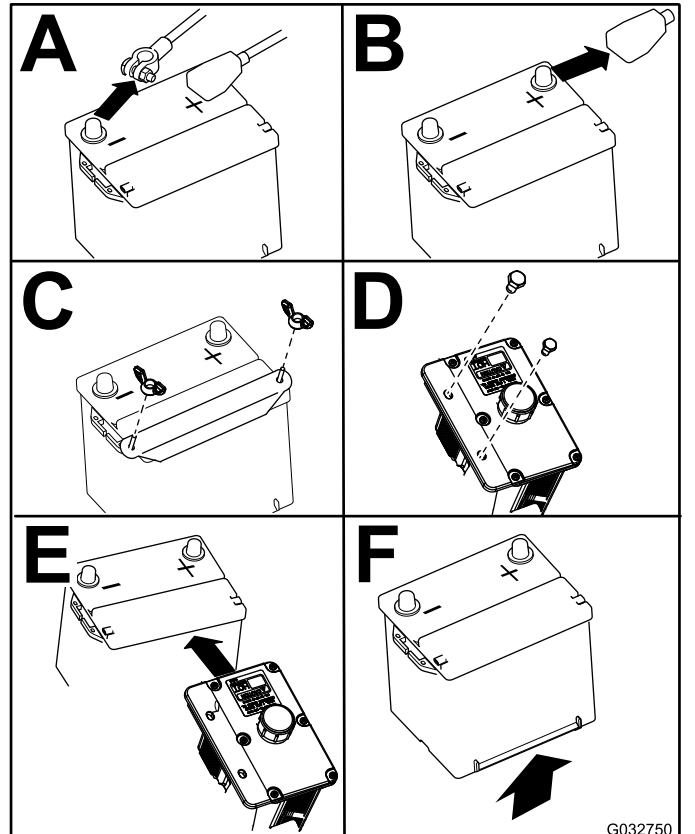

Bild 72
4. Nehmen Sie die Batterie heraus, wie in Bild 72 abgebildet.